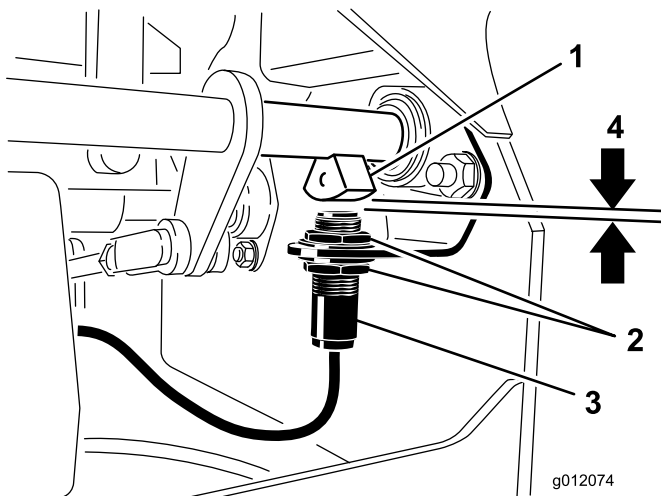

Bild 53
4. Schieben Sie den Schalter an der Halterung nach oben oder unten, bis der Abstand zwischen dem Bremswellensensor und dem Schalterplunger 3,9 mm beträgt (Bild 53).